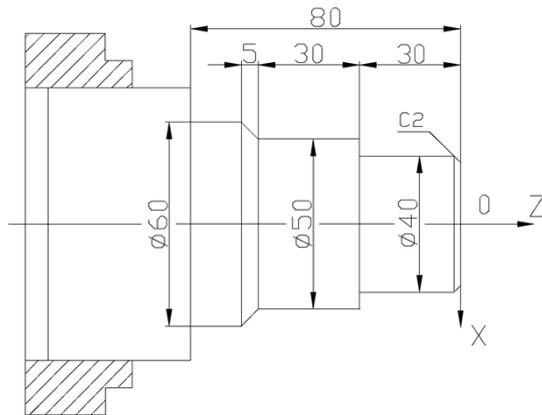

图 2
- 如图 2 所示零件, 数控车精加工程序如下, 请在横线上写出相应程序段的作用。(7 分)